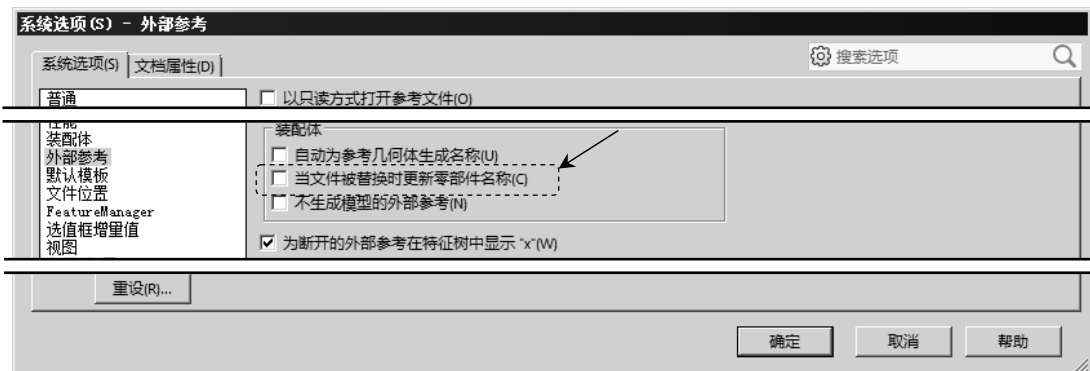

图 7.9.2 “系统选项 (S) - 外部参考”对话框
(1) 选择下拉菜单 **工具(T)** **选项(O)...** 命令, 系统弹出“系统选项”对话框。
(2) 在“系统选项”对话框的 **系统选项(S)** 选项卡左侧的列表框中单击 **外部参考** 选项, 如图 7.9.2 所示。